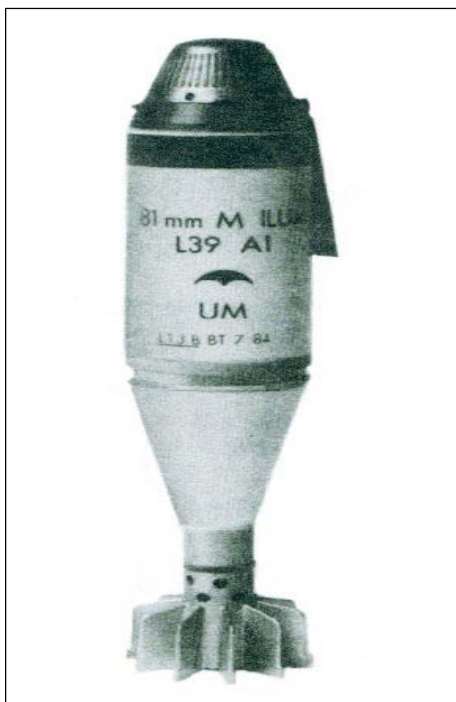

Fig 1-4. A Granada Iluminativa L39, Espoleta FH81
a. A granada é fabricada por Thompson Brandt of France . Seu alcance varia entre 600 e 5100 metros e produz iluminação equivalente a 400.000 velas. Ela possui uma espoleta mecânica de tempo (FH 81) abaixo da qual está situada uma carga de cisalhamento. O corpo da granada contém um pára-quedas que sustentará um recipiente contendo um composto iluminativo a base de magnésio que queimará por aproximadamente 43 segundos. Será produzida uma iluminação efetiva em uma área com um raio de 400 m do ponto de queima. A altura normal do ponto de queima é de 244 metros e a razão de descida é de aproximadamente 4,5 m por segundo. A zona de queima tem uma dimensão vertical de aproximadamente 60 metros (Fig 1-4).